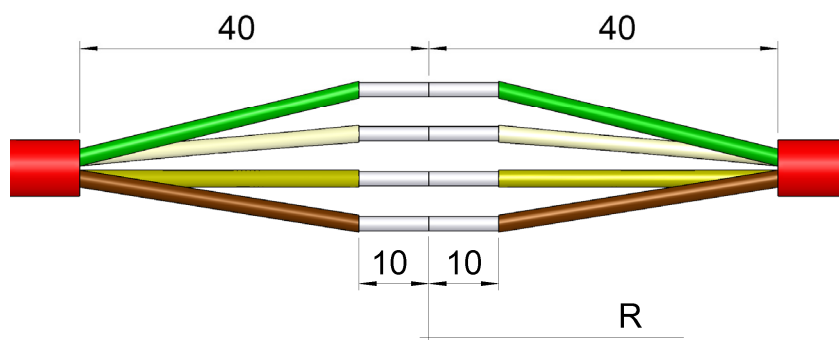

Abbildung 5.18: Kürzen und Abisolieren der Kabeladern
3. Adern gemäß Abbildung 5.18, ausgehend von der Referenzlinie R kürzen.
4. Aderisolierung gemäß Abbildung 5.18, ausgehend von der Referenzlinie R entfernen. Ggf. Aderendhülsen (jedenfalls beim Radsensorkabel) anbringen.